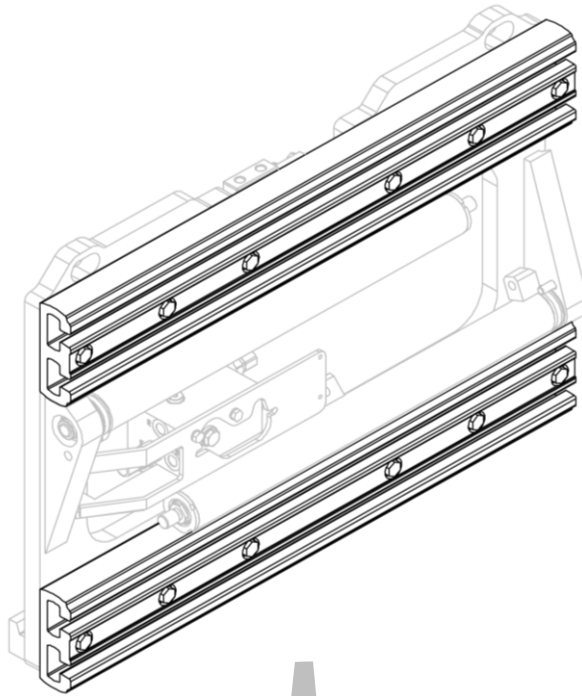
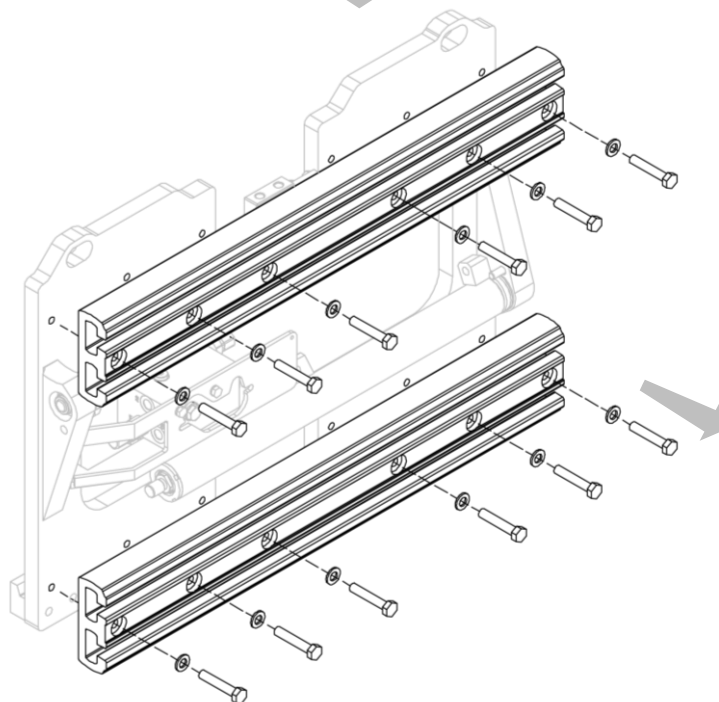

Figura 24
Figura 25
2. Rimuovere, uno per volta, i profili in alluminio dopo aver svitato le apposite viti (vedi *Figura 24* e *Figura 25*).